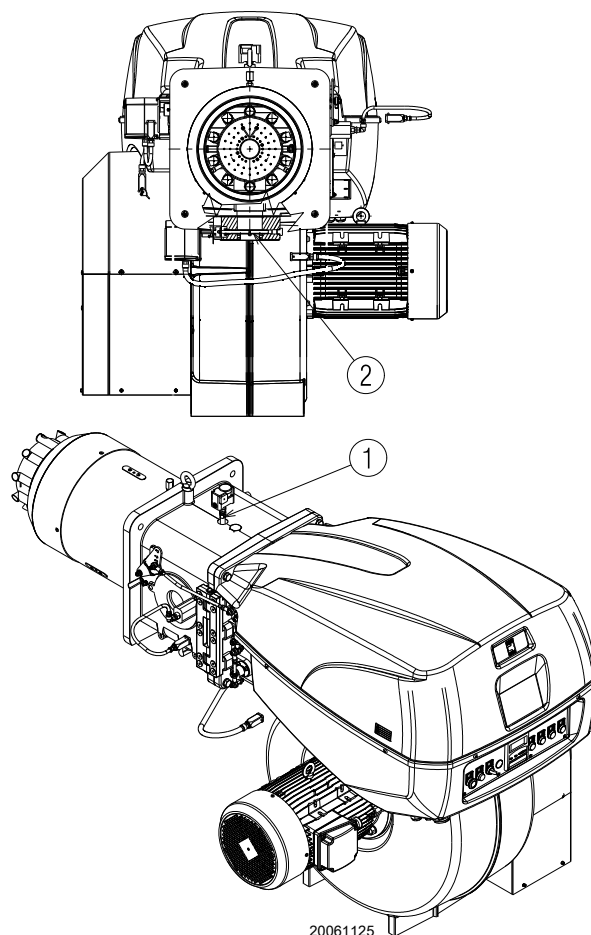

图 22
测试点 1)(图 22) 处测得的燃气压力，此时：
燃气蝶阀 2)(图 22) 处的压力损失，此时蝶阀最大开启角度为：90°。
- 用测试点 1)(图 22) 测得的燃气压力减去炉膛压力。
测试点 1) (图 22) 处燃气压力 = 58.2 mbar
计算测试点 1) (图 22) 处所需燃气压力，将燃烧器以最大出力运行，然后：
- 读出右边栏 1 所示测试点 1) (图 22) 处压力。
测试点 1) (图 22) 处压力。